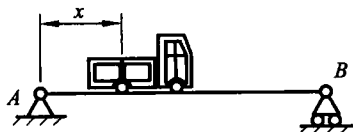

图 2.18
14. 如图 2.18 所示, 汽车停在长为 20 m 的水平桥上, 前轴载荷为 10 kN , 后轴载荷为 20 kN 。试问汽车后轮到支座 A 的距离 x 为多大时, 方能使支座 A 、 B 所受的压力相等? 汽车前后两轴间距离等于 2.5 m 。